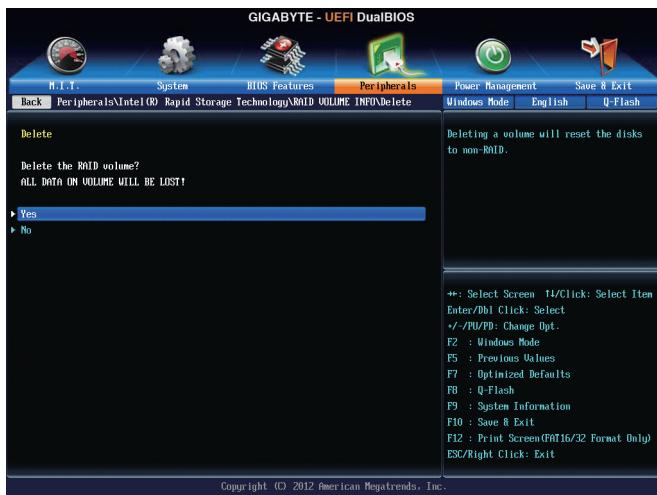

図 8
RAID アレイを削除するには、Intel(R) Rapid Storage Technology 画面上で削除するボリューム上で <Enter> を押します。RAID VOLUME INFO 画面に移動後、Delete 上で <Enter> を押して、Delete 画面に移動します。Yes 上で <Enter> を押します(図 8)。